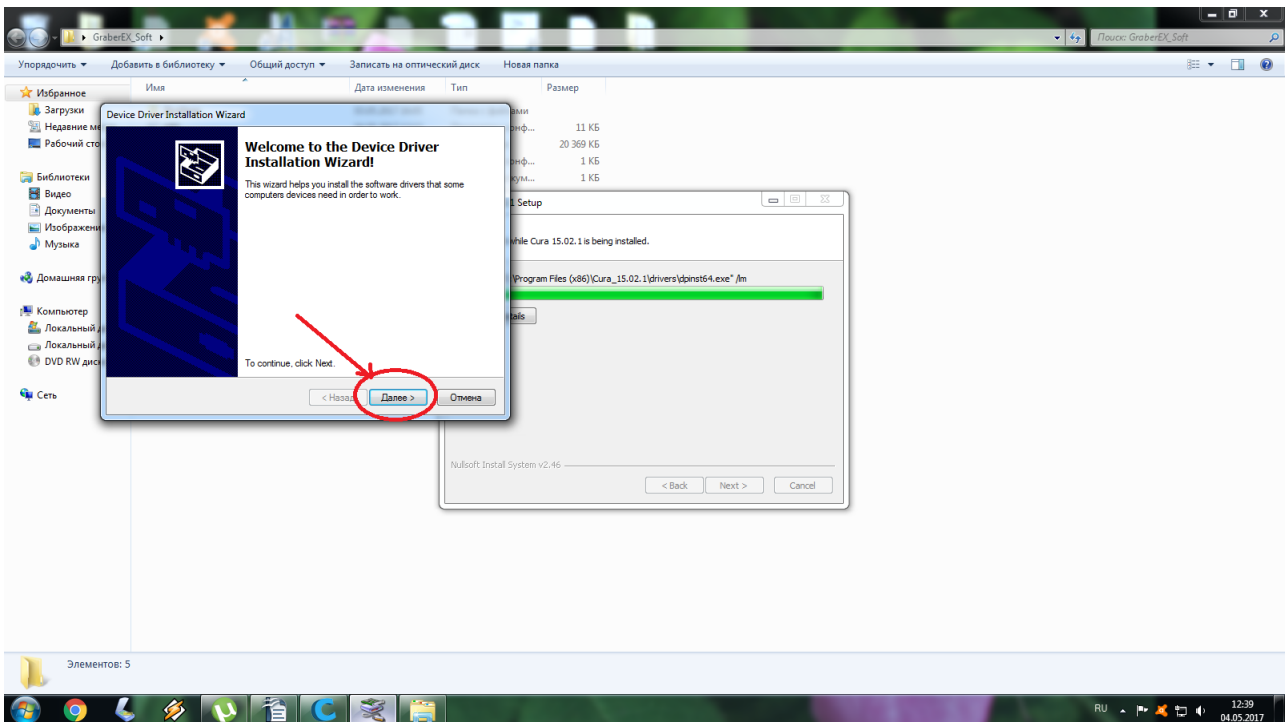

Рисунок 8. «Далее»
8) Во втором окне нажмите кнопку «Далее», рисунок 8